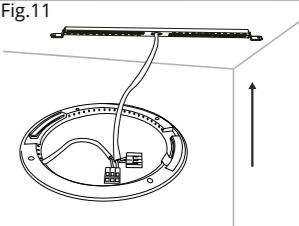

Fig.11
- Connect the AC/mains cable to the cable from your downlight using a suitable connector. This product is supplied without a connector. We recommend using the WAGO 221 connector. These are minimal height connectors and provide a maintenance-free connection. (Fig. 11)
- Branchez le câble d'alimentation secteur au câble du downlight à l'aide d'un connecteur adapté. Ce produit est fourni sans connecteur. Nous recommandons d'utiliser le connecteur WAGO 221. Il s'agit de connecteurs à hauteur minimale qui fournissent un raccordement sans entretien. (Fig. 11)
- Conecte el cable de alimentación al cable de su downlight usando un conector apropiado. Este producto es suministrado sin un conector. Nosotros recomendamos utilizar el conector WAGO 221. Estos son conectores de altura mínima y proveen una conexión libre de mantenimientos. (Fig.11)